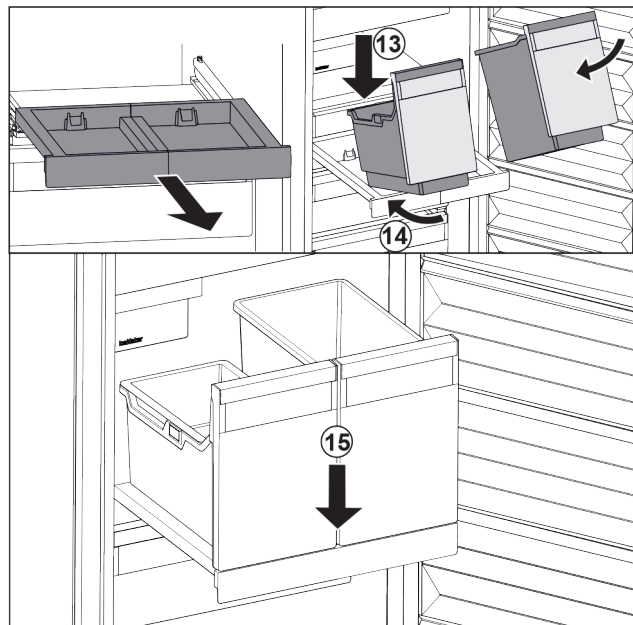

Fig. 130
- Behälter schräg auf das Auszugsbord aufsetzen. Fig. 130 (13)
- Behälter schräg nach hinten einschieben. Fig. 130 (14)
- Behälter vorne absetzen. Fig. 130 (15)